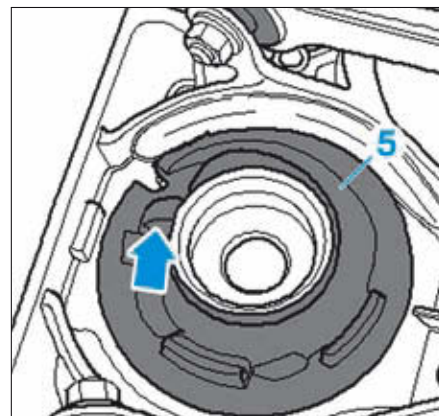

FIG. 13
- L'extrémité supérieure de la spire doit venir en appui (flèche) sur la coupelle supérieure (5) du ressort (Fig.13).